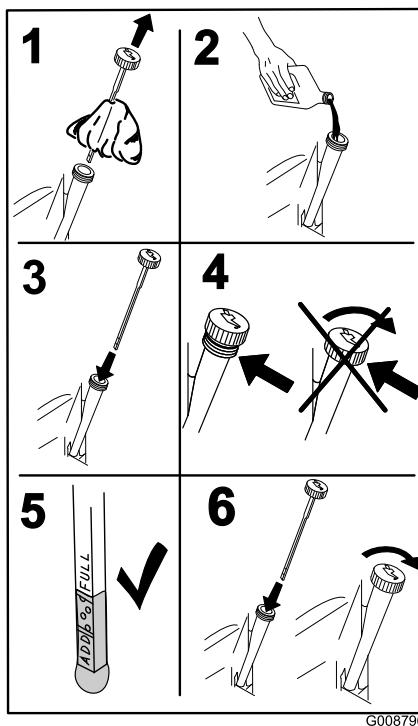

Figura 41
4. Deite cerca de 80% do óleo especificado no tubo de enchimento e adicione lentamente o óleo adicional para atingir a marca **Full** (Figura 41).